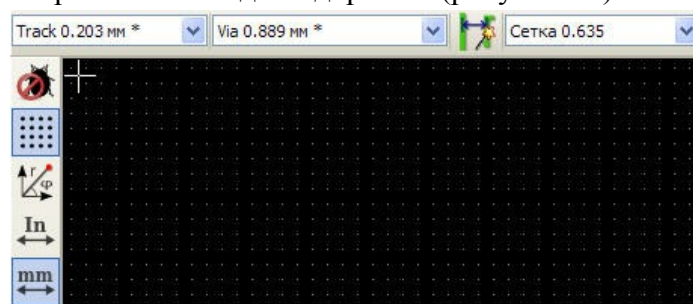

Рисунок 19 Задание ширины дорожки
15. Кликните на иконку **Добавить дорожки и переходные отверстия**  на правой инструментальной панели. Кликните на вывод 1 от J1 и проведите дорожку к контактной площадке R1. Двойным кликом установите точку, где дорожка закончится. Ширина этой дорожки по-умолчанию будет 0.203 мм. Вы можете изменить ширину дорожки из выпадающего меню в верхней инструментальной панели. Обратите внимание, что по-умолчанию доступна ширина только одной дорожки (рисунок 19).